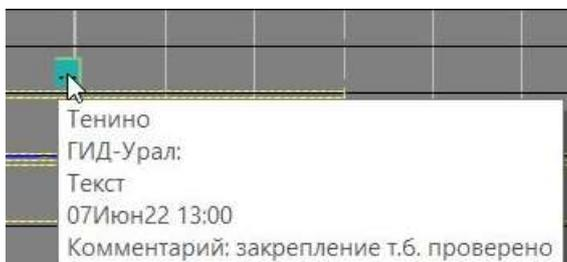

Рис.76. Информация о пометке.
2. Для получения информации по пометке подвести указатель «мыши» к пометке, дождаться изменения цвета выбранной пометки и появления всплывающего окна с информацией о пометке (см. рис.76, 77).